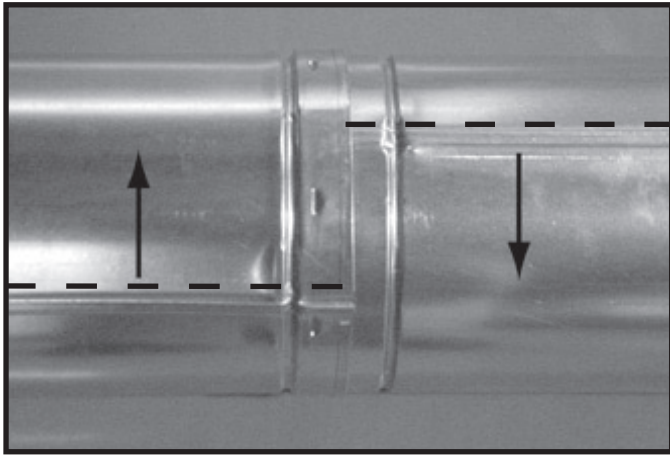
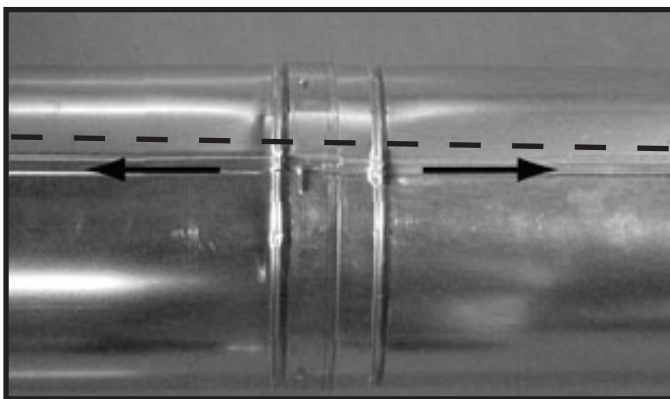

Figure 7.9 Pivoter les joints pour le démontage
Figure 7.10 Alignement et démontage des sections de conduit
- Faites pivoter l'une des sections (figure 7.9), de façon à ce que les joints d'assemblage des deux sections de conduit soient alignés, comme il est indiqué à la figure 7.10.